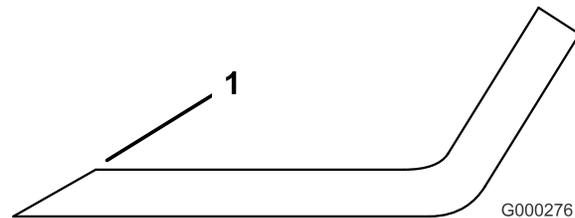

Bild 79
1. Schärfen Sie die Schnittkante an beiden Enden des Schnittmessers mit einer Feile (Bild 79). Behalten Sie